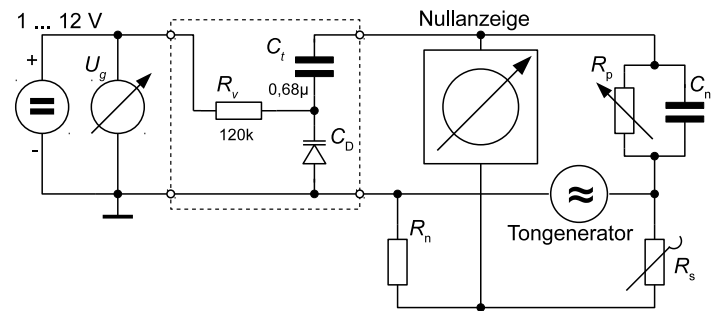

Abbildung 2: Versuchsaufbau
In dem Versuch soll die Kapazität einer in Sperrrichtung betriebenen Siliziumdiode ausgemessen werden. Ihre Kapazität ist abhängig von der angelegten Sperrspannung. Sie kann damit also z.B. als spannungsgesteuertes abstimmbares Element in einem Schwingkreis eingesetzt werden. Die Messbrücke wird um einen Gleichspannungsteil erweitert (Abb. 2). Die Sperrspannung U_g wird am Labornetzgerät zwischen 1 und 12 V eingestellt. Wegen des Trennkondensators C_t wirkt die angelegte Gleichspannung nur auf die Diode. Sein Wert wurde so groß gewählt, dass der Einfluss auf den Brückenabgleich zu vernachlässigen ist.
3. Bauen Sie die Schaltung nach Abb. 2 auf. Die Ausgangsspannung des Tongenerators sollte auf einen Wert von etwa $U_{eff} = 1 \text{ V}$ eingestellt werden.